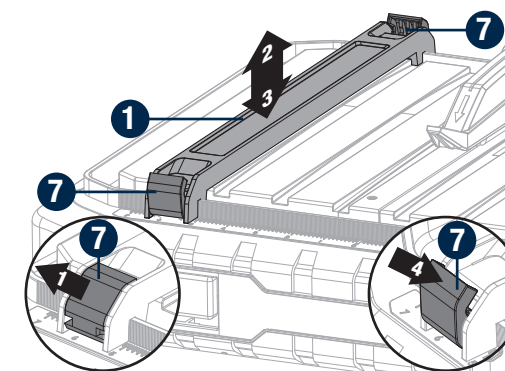

Fig. 12
**UTILISATION DU GUIDE DE COUPE (Fig. 12)**
- Ouvrez les leviers de blocage (7) (situés aux deux extrémités du guide de coupe (1)).
- Retirez le guide de coupe (1).
- Remplacez le guide de coupe (1) dans la position souhaitée.
- Abaissez les leviers de blocage (7).